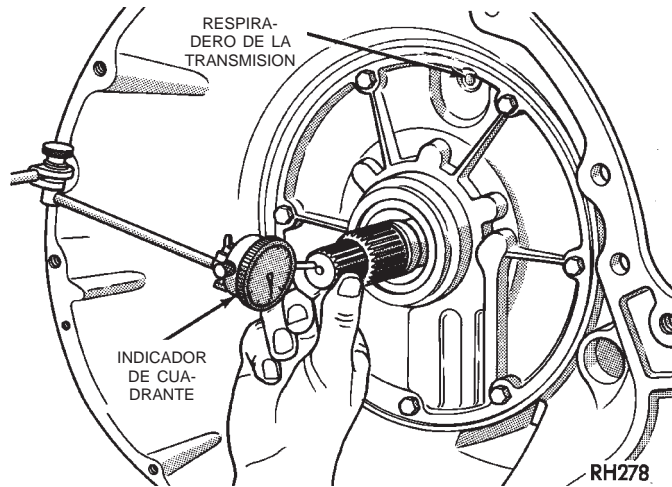

Fig. 110 Verificación del juego longitudinal del eje impulsor
(43) Mida el juego longitudinal del eje impulsor (Fig. 110).